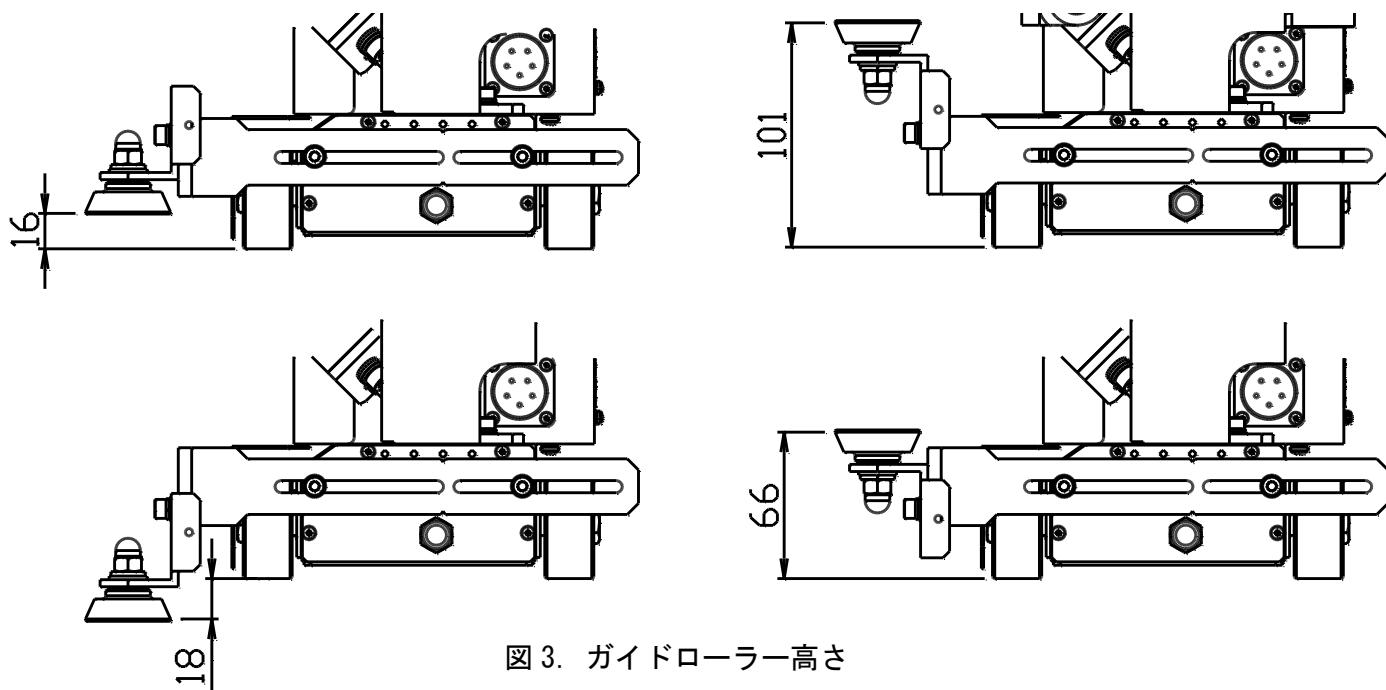

図3. ガイドローラー高さ
6. ガイドローラの高さを広範囲で変更できます。(図3 参照)